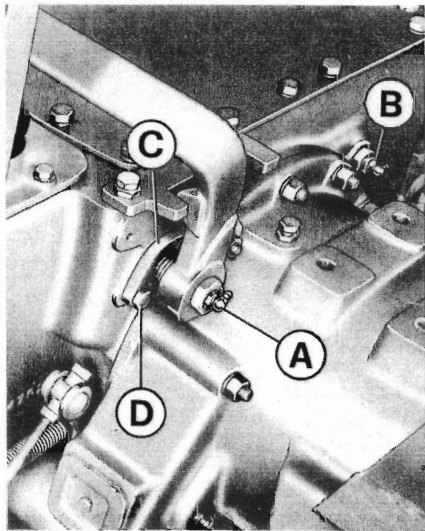

Fig. 35 - Registrazione frizioni di sterzo
Ingrassatore A e B fig. 35.
- togliere le viti D di fissaggio flangia di registrazione C; fig. 35.